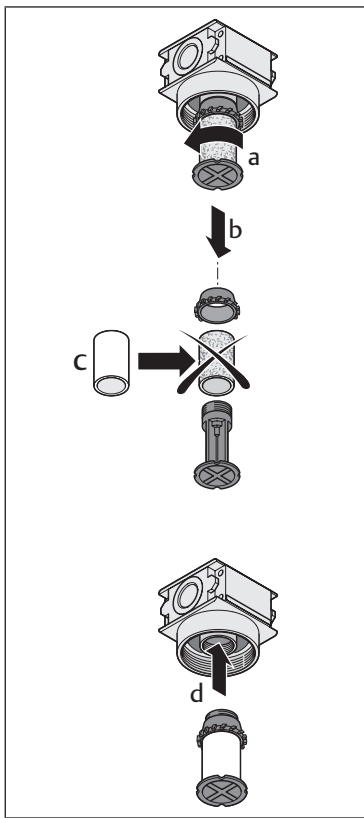
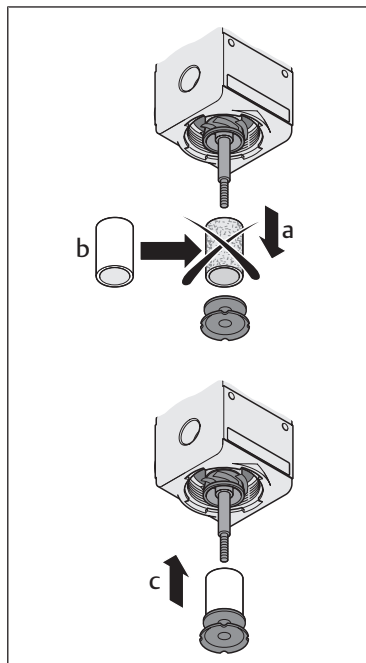

Fig. 6: Remplacement du filtre | Série NL1
Fig. 7: Remplacement du filtre | Série NL2 NL4
▶ Retirer le plateau du filtre en le dévissant (→ Fig. 6 et → Fig. 7a).
▶ Remplacer le filtre (→ Fig. 6 et → Fig. 7b, c).
▶ Réassembler l'unité de filtre (plateau du filtre et filtre) (→ Fig. 6 et → Fig. 7 b, c).
▶ Insérer l'unité de filtre sur le filtre et la bloquer à la main sans forcer (→ Fig. 6 et → Fig. 7 d).